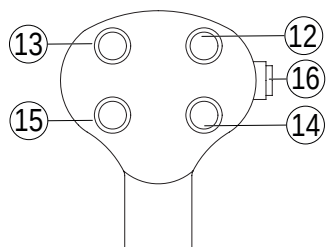

Fig. 50
- 12) Apertura testata ("Fig. 50");
- 13) Chiusura testata ("Fig. 50");
- 14) Rotazione braccio ("Fig. 50");
- 15) Rotazione braccio ("Fig. 50");
- 16) Flottante ("Fig. 50");
- 12) Head opening ("Fig. 50");
- 13) Head closure ("Fig. 50");
- 14) Arm rotation ("Fig. 50");
- 15) Arm rotation ("Fig. 50");
- 16) Floating ("Fig. 50").
- 12) Ouverture de tête ("Fig. 50");
- 13) Fermeture de la tête ("Fig. 50");
- 14) Rotation du bras ("Fig. 50");
- 15) Rotation du bras ("Fig. 50");
- 16) Flottant ("Fig. 50");
- 12) Kopföffnung ("Fig. 50");
- 13) Kopfverschluss ("Fig. 50");
- 14) Armdrehung ("Fig. 50");
- 15) Armdrehung ("Fig. 50");
- 16) Schwimmend ("Fig. 50");